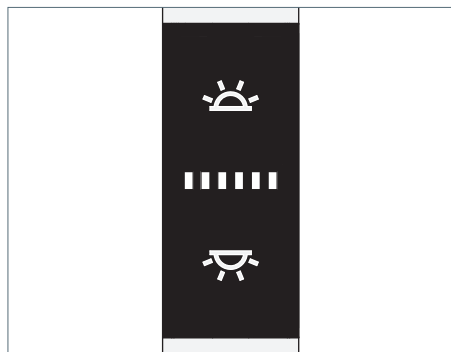

Fig. 3 : Élément de commande.
- Appuyer sur le bouton supérieur, voir Fig. 3.
- Appuyer sur le bouton inférieur, voir Fig. 3.
- Appuyer sur la touche supérieure et la maintenir enfoncée, voir Fig. 3.
- Appuyer sur la touche inférieure et maintenir cette touche enfoncée, voir Fig. 3.